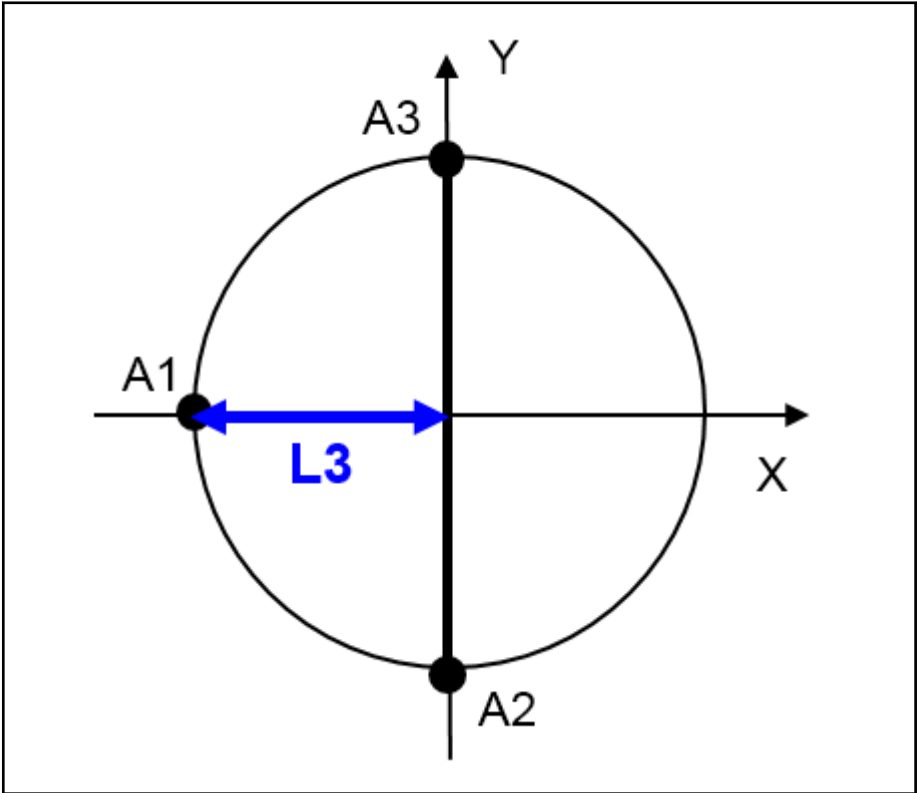

Abb. 4-50: Radius L3 der Motorhalterung und Koordinatensystem (X-Y-Ansicht)
- L_3 ist der Radius des durch die 3 Motorspindeln (bzw. Getriebe) gebildeten Umkreises, gemessen an den Rotationsmittelpunkten der Arme (siehe Abb. 4-50 "Radius L3 der Motorhalterung und Koordinatensystem \(X-Y-Ansicht\)" auf Seite 160)